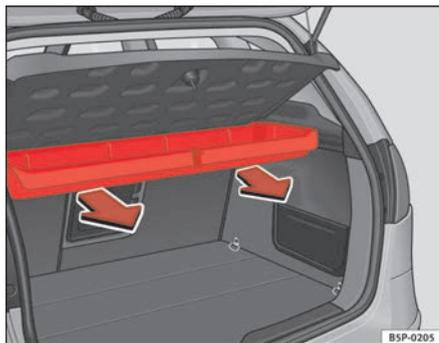

Fig. 125 Smontaggio cassetto portaoggetti
- Tirare all'infuori facendo uscire il cassetto dai perni ⇒ fig. 125.